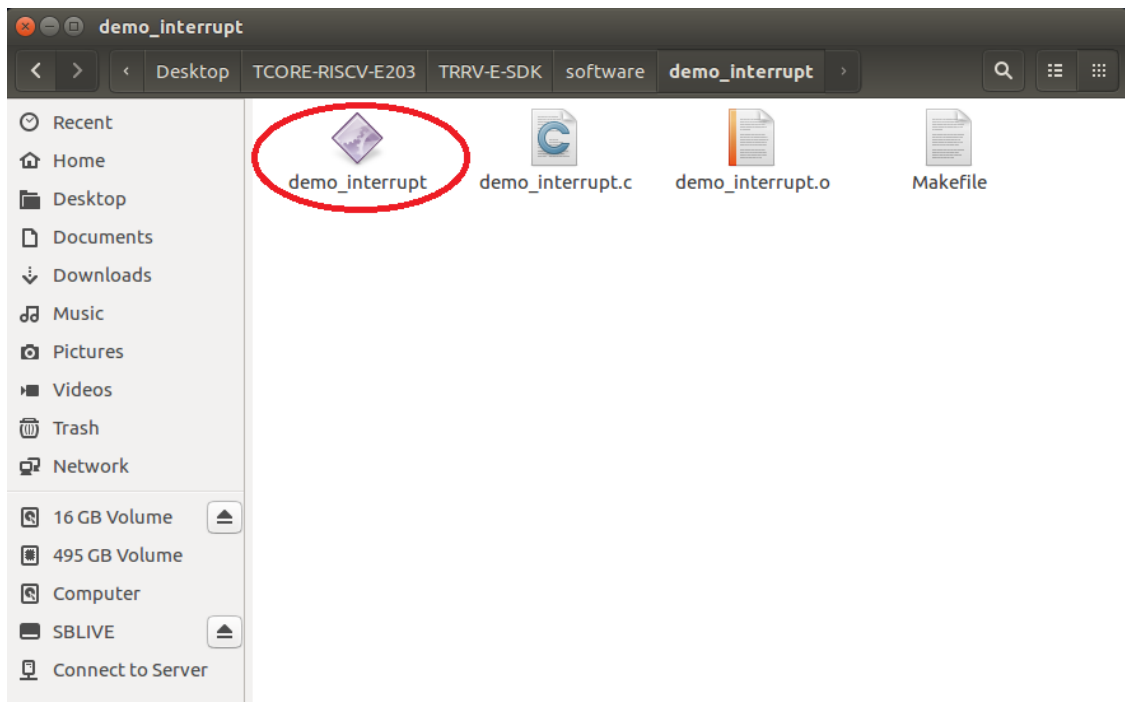

图4.1.2 编译生成二进制文件
2. 工程编译完成之后，可以看到在 "demo\_interrupt" 文件夹下生成了可执行文件 "demo\_interrupt"，如图 4.1.2 所示。